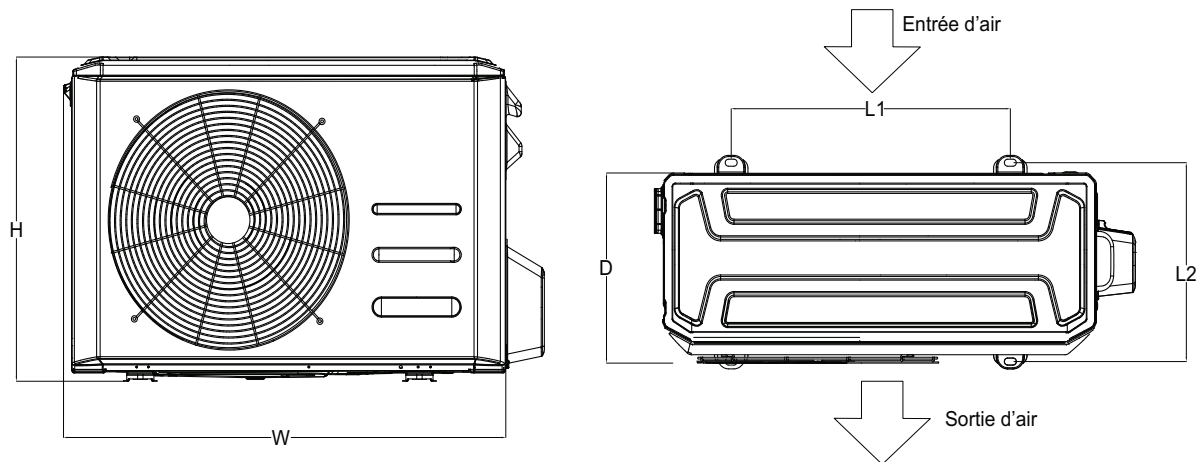

Fig. 3 – Appareil extérieur
2. Utilisez une base rigide pour soutenir l'appareil dans une position de niveau. Si l'appareil doit être fixé à la dalle (codes locaux, conditions ambiantes), boulonnez celui-ci au travers des découpes prévues à cet effet sur son plateau. Consultez le schéma de montage de l'appareil (figure 3) pour déterminer la taille du plateau et l'emplacement des découpes. Pour en savoir davantage sur les dispositifs d'arrimage résistants aux ouragans et la certification PE (Professional Engineer), communiquez avec votre distributeur. Pour les applications soumises à des conditions extérieures extrêmes, consultez le document « Directive d'application en climat froid, sans conduits ».